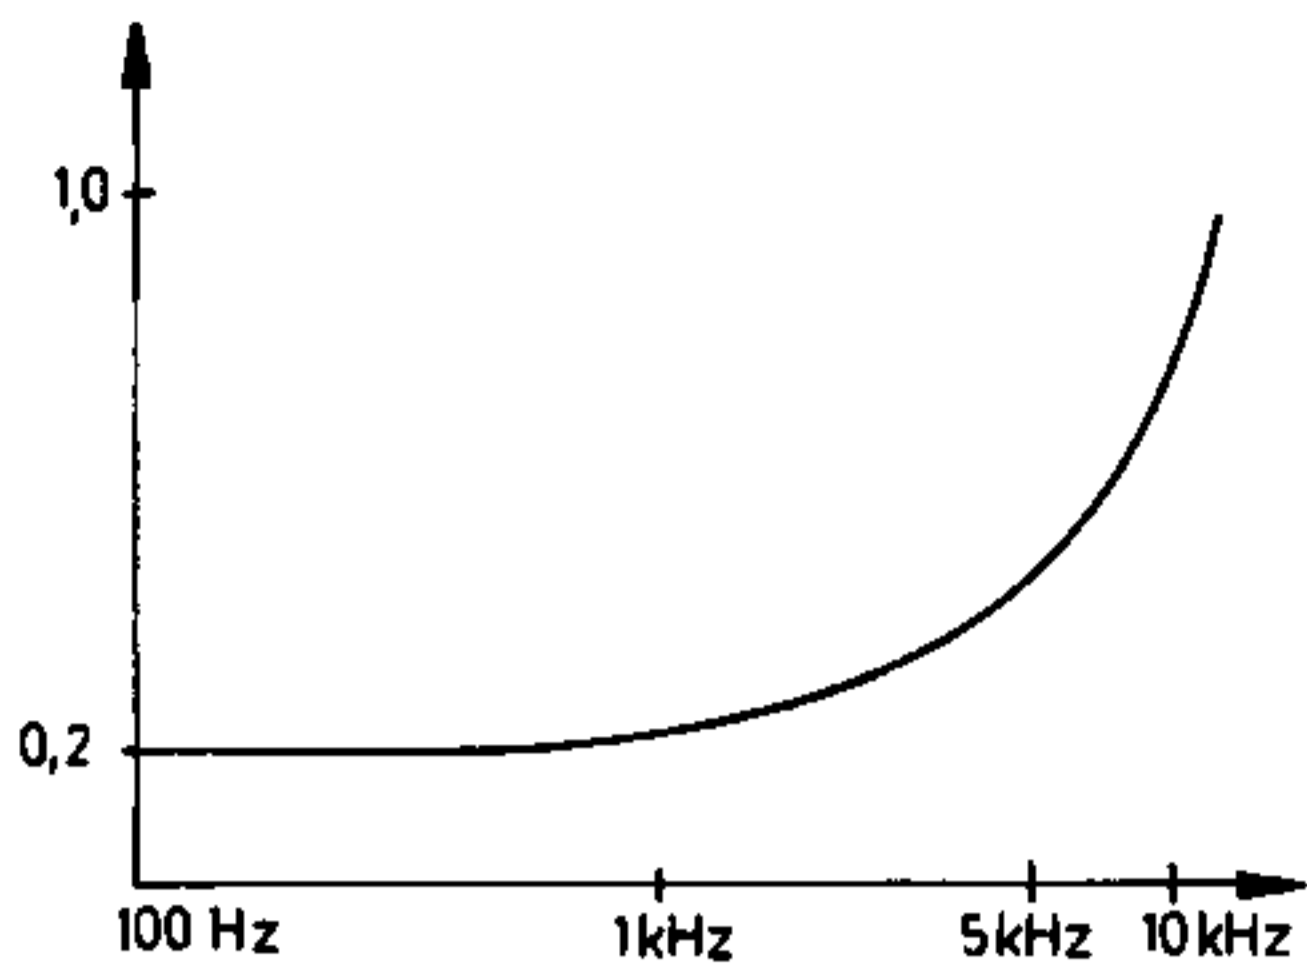

Bild 1: Frequenzgang
- Die Belastungsimpedanz am Ausgang "SIGNAL" (8) darf nicht kleiner als 3 k Ω sein, d.h., auch die kapazitive Last einschließlich des Verbindungskabels darf 120 pF nicht überschreiten.
- Am Ausgang "SIGNAL" (8) darf kein größerer Gleichspannungspegel als 10 V_{ss} anliegen.
- Bei eingeschalteter Preemphasis werden die tieferen Frequenzen abgesenkt (s. Abb. 1).